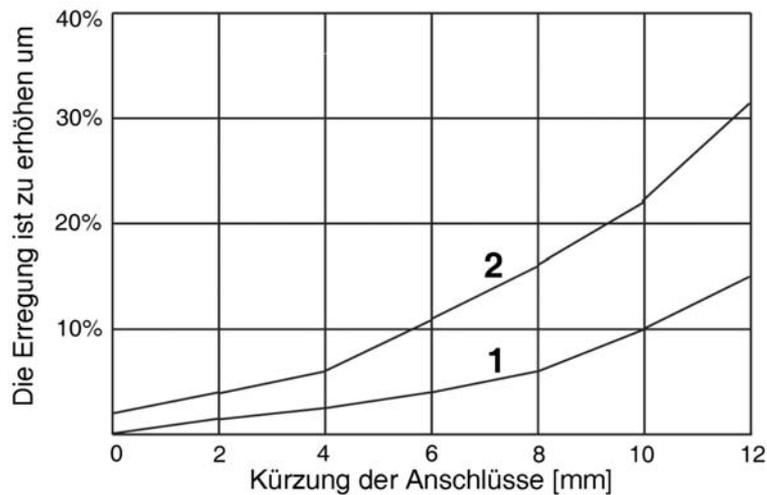

Abb. 4.66 Werden die Anschlüsse gekürzt, ist eine höhere magnetische Erregung (in A_w) erforderlich (nach [4.25]). 1 - Ansprechen; 2 - Abfallen.
- werden die Anschlüsse gekürzt, so ist typischerweise eine höhere magnetische Erregung aufzubringen (Abb. 4.66).